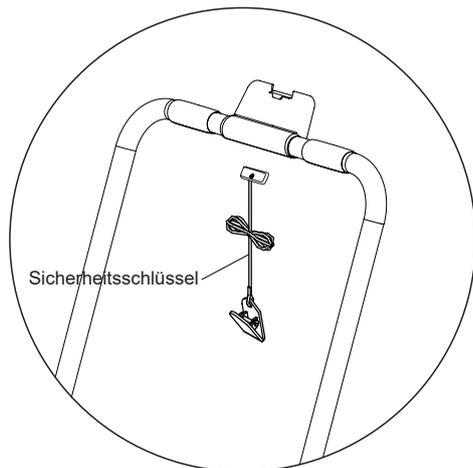
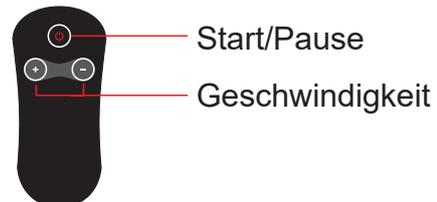

Abb. 1
Abb. 2
Beugen Sie Ihre Knie etwas und Sie Ihren Oberkörper langsam nach unten, um Rücken und Schultern zu entspannen. Versuchen Sie außerdem Ihre Zehen mit den Händen zu berühren. Halten Sie 10-15 Sekunden lang die Position und entspannen Sie sich anschließend. Wiederholen Sie dies dreimal (siehe Abbildung 1).
Wiederholen Sie dies mit jedem Bein mehrmals (siehe Abbildung 2).
2. Nehmen Sie die Fernbedienung und richten Sie sie innerhalb von 10 Sekunden nach Lösen der Sicherheitssperre des Lauftrainers (wie in Abbildung 1 dargestellt) auf das Displayfenster des Lauftrainers (wie in Abbildung 2) . Halten Sie dabei die Start-/Pause-Taste auf der Fernbedienung etwa 3 Sekunden lang gedrückt. Das System gibt „didi...“ Töne aus, was bedeutet, dass Fernbedienung und Laufband erfolgreich gekoppelt wurden und die Fernbedienung zur normalen Steuerung des Lauftrainers verwendet werden kann.